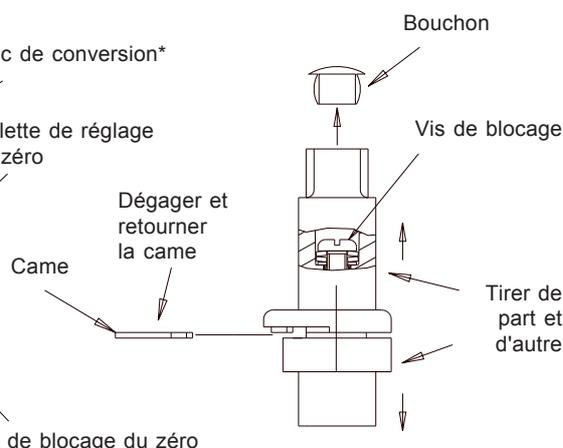

FIGURE 6 : AXE - CONVERSION
4.1.3 Tirer de part et d'autre les deux moitiés de l'axe afin de dégager la came de son logement avec ergot (voir figure 6). Retourner la came, l'engager dans la fente entre les deux moitiés d'axe et l'enclencher contre son ergot.